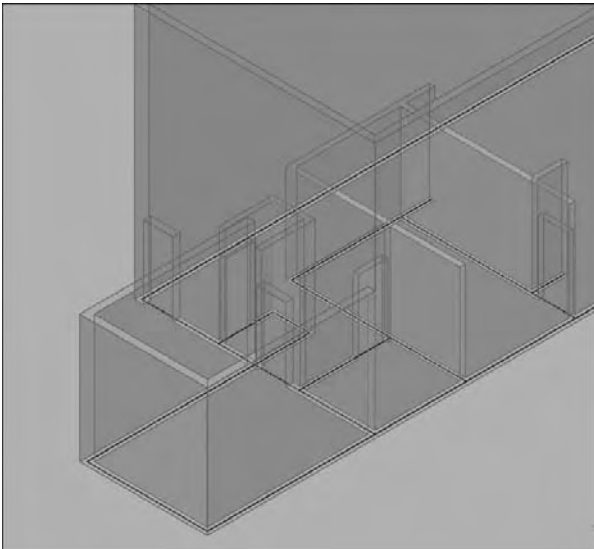

Fig.20.5
- Tracez un volume de cette dimension et effectuez une soustraction booléenne (fig.20.5).